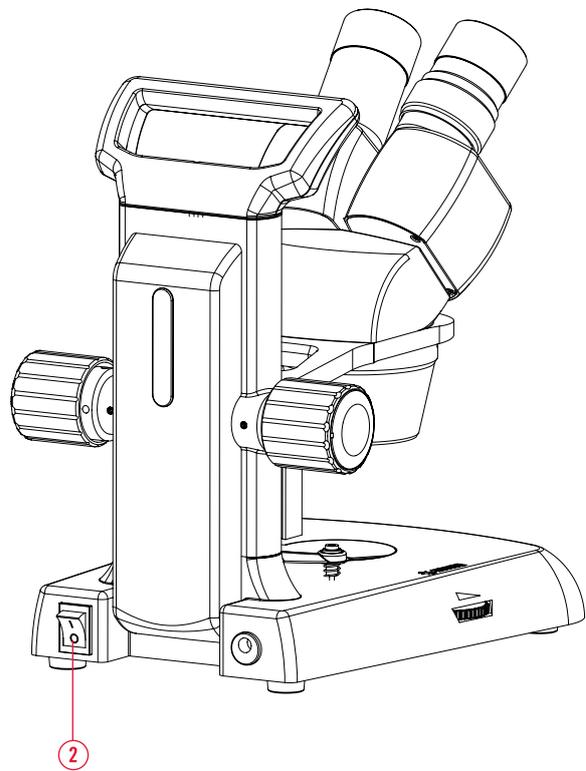

Figure 2
- Allumez l'interrupteur d'alimentation à l'arrière du statif. (Figure 2)